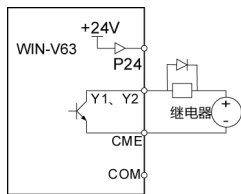

图 3-28 使用外部电源时多功能输出端子接线图
②多功能输出端子 Y1、Y2 可使用变频器外部的 24V 电源，接线方式请参见图 3-28。